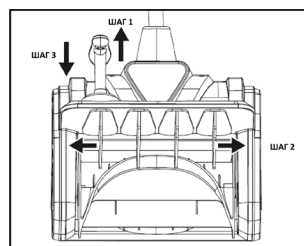

рис.5
1.5 Регулировка угла отбрасывания снега (рис.5)